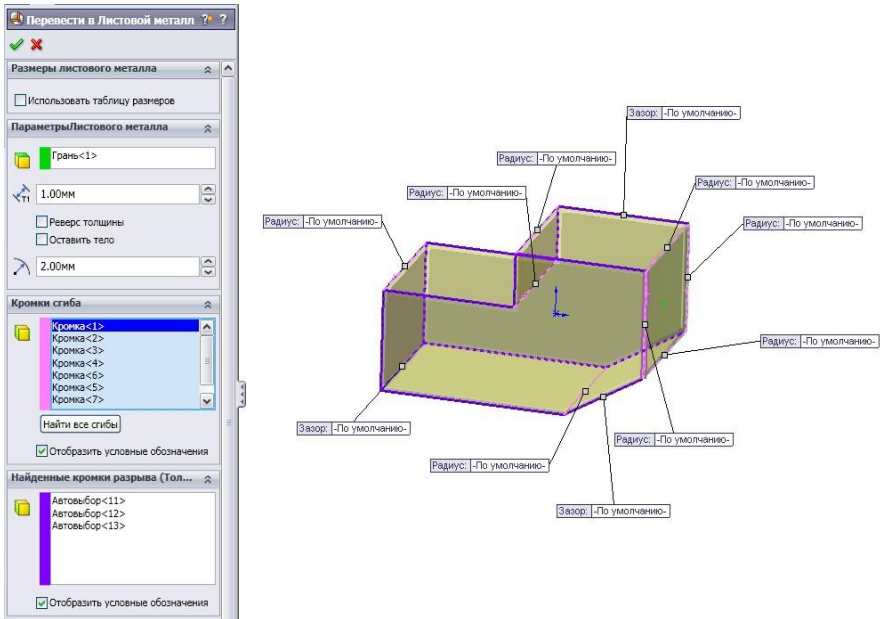

Рисунок 9.59 - Процес перетворення у деталь із листового металу
3. Перетворимо цю твердотільну деталь у деталь із листового металу за допомогою команди - «**Преобразовать в листовой металл**» (рис. 9.59).
У розділі **«Найденные кромки разрыва»** в автоматичному режимі вказуються крайки, по яких будуть зроблені розриви (рис. 9.59). Маркером **«Радіус»** відзначається крайка, на якій буде оформлений згин, а маркером **«Зазор»** - крайка, на якій буде створений зазор. У розділі **«Эскизы разрывов»** можна вказати ескізи, згідно з якими будуть зроблені розриви у створюваній деталі.